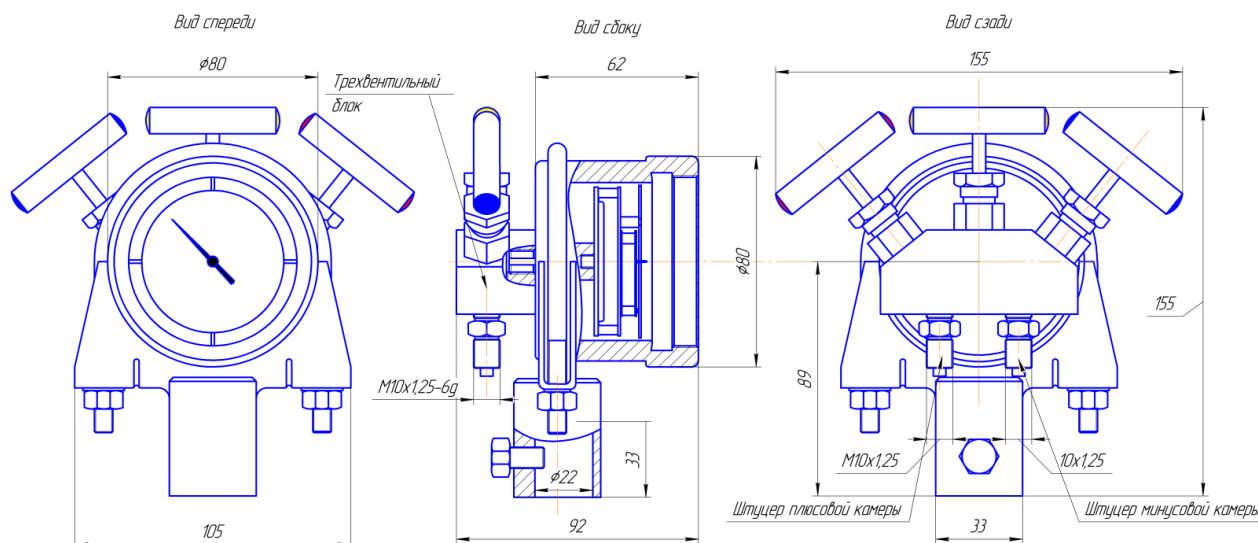

Рисунок 1 – Габаритные и присоединительные размеры
2.1.2.2 Габаритные и присоединительные размеры дифманометров даны рис.1 или Приложение 1.